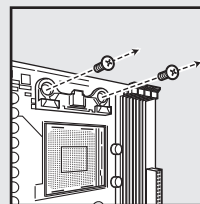

figure 1
- Zdemontuj standardowy górny uchwyt montażowy AMD (rysunek 1).
- Удалите стандартный монтажный кронштейн AMD для верхнего крепления. (Рис. 1)
- 拆下图示的备用 AMD 顶部安装支架。(图1)